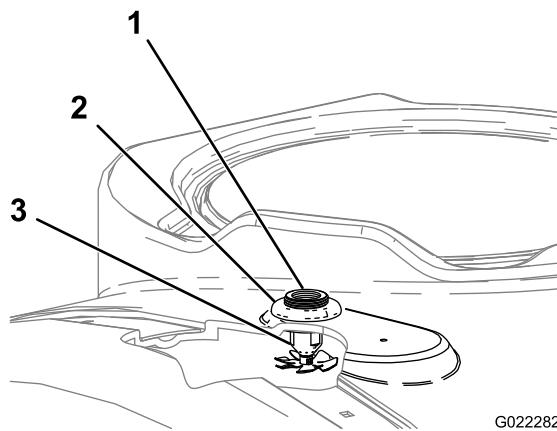

Figura 8
2. Instale um conjunto de bicos através dos furos perfurados (Figura 8).
3. Instale a porca flangeada de plástico sobre as rosas expostas no anteparo na parte superior do depósito (Figura 8).